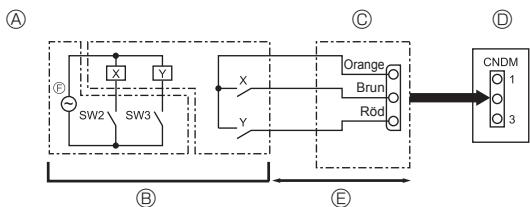

Fig. 9-2
9.2. Behovsfunktion (ändring på plats) (Fig. 9-2) (endast för luftkonditioneringar)